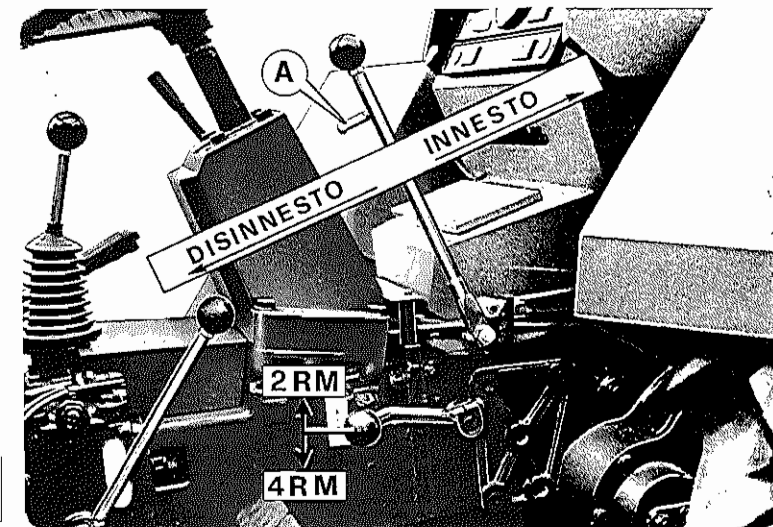

FIG. 21 FIG. 23
- 26 **Leva comando riduttore Fig. 21**
- 27 **Leva a cloche cambio velocità Fig. 21**
Seleziona 4 rapporti di velocità di cui 3 avammarce ed 1 retromarce secondo lo schema della Fig. 21
- 26 **Reduction-gear control lever Fig. 21**
- 27 **Gear-shift central floor lever Fig. 21**
Lever 27 allows to shift into 4 gears: 3 forward + 1 reverse as shown in Fig. 21. It should be operated as follows:
- 26 **Levier commande réducteur Fig. 21**
- 27 **Levier de changement de vitesse au plancher fig. 21**
Il sélectionne 4 rapports de vitesses dont 3 en avant et 1 en arrière selon le schéma (fig. 21)
- 26 **Palanca de mando del reductor Fig. 21**
- 27 **Palanca a cloche cambio de velocidad Fig. 21**
Selecciona 4 relaciones de velocidad de las cuales 3 son de avance y 1 de retroceso, como se indica en el esquema de la fig. 21.